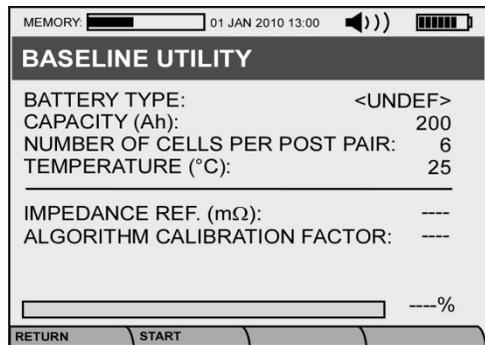

Figura 5.1. Utilería de Valor de Referencia.
- (3) **UTILERÍA DE VALOR DE REFERENCIA** – La **UTILERÍA DE VALOR DE REFERENCIA** se usa para determinar los valores de referencia para la impedancia y el ACF como se muestra en la **Figura 5.1**. El propósito principal de esta herramienta es permitirle al usuario determinar la referencia de impedancia (IMPEDANCIA REF. (mΩ)) y el ACF en una situación en donde la funcionalidad de Valor de Referencia Automático (análisis) falló ó no fue fiable, ó en una situación en donde la prueba se realice en varios lugares con baterías con diferentes estados de salud (por ejemplo, cuando la cadena probada consiste de baterías viejas/añejas sin valor de referencia/historial, mientras que hay baterías nuevas de la misma marca y modelo disponibles para probar en otro lugar y así obtener los datos para un valor de referencia válido.